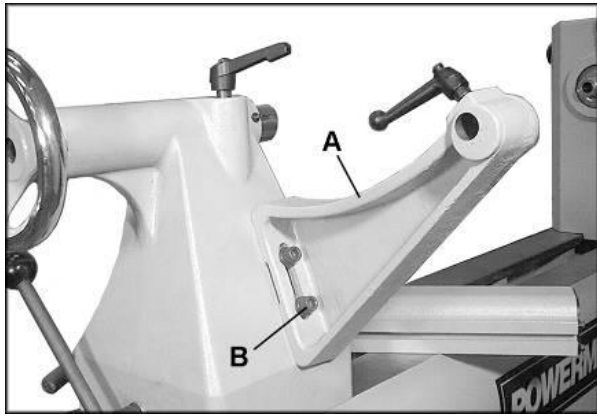

Fig 10
Fixer le support (A, Fig 10) avec 2 vis à 6 pans creux et des rondelles (B) sur la contre poupée.